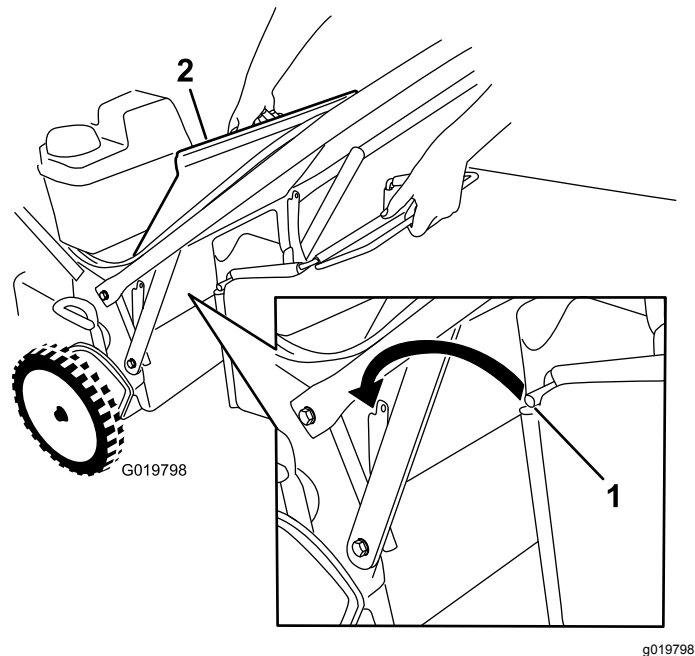

Figure 24
1. Soulevez le volet arrière et gardez-le dans cette position (Figure 24).
3. Placez la tige du bac dans les crans à la base du guidon et agitez le bac d'avant en arrière pour vous assurer que la tige est bien engagée au fond des deux crans ; voir Figure 24.